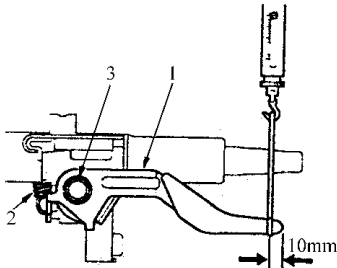

图 7-16 测量倾斜度调节杆预紧力
1) 从放松位置到锁紧位置，把倾斜度调节杆移动 2~3 次。如图 7-16 所示，从距离倾斜度调节杆 10mm 处，测量其预紧力。预紧力：70~90N。如果测量结果超过技术要求，则按照以下程序调节预紧力。